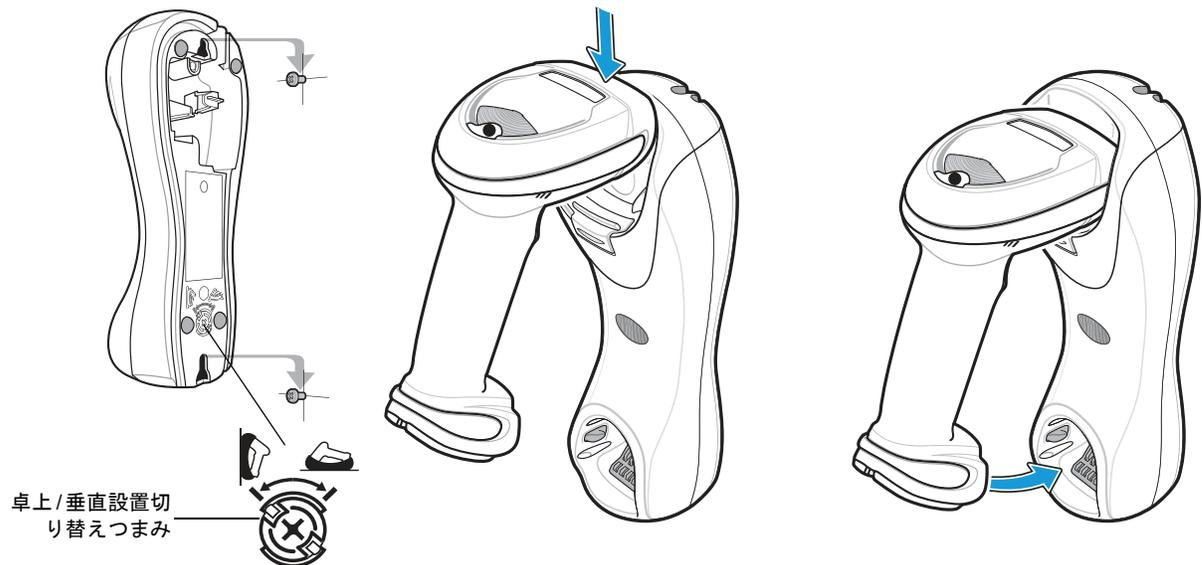

図 1-11 垂直設置 - リニア イメージャー スキャナをクレードルに装着する
3. 卓上/垂直設置切り替えつまみが、**図 1-11** に示すように正しい位置に設定されていることを確認します。